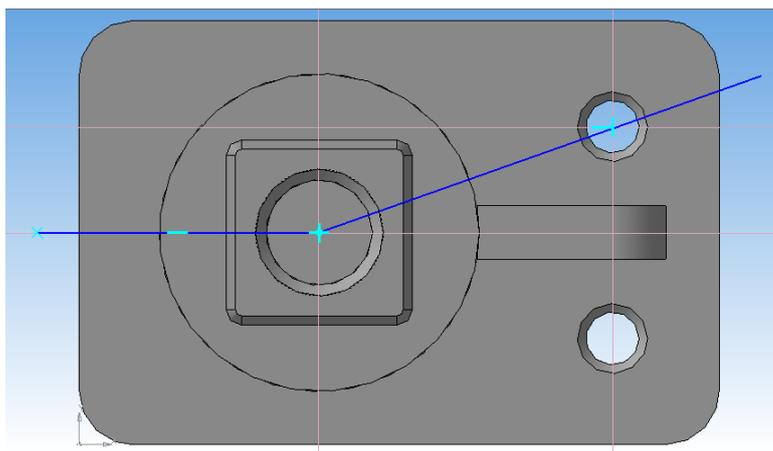

Рисунок 62.
28. С помощью вспомогательных прямых определите центры окружностей. Через центры окружностей проведите два отрезка (рисунок 62).